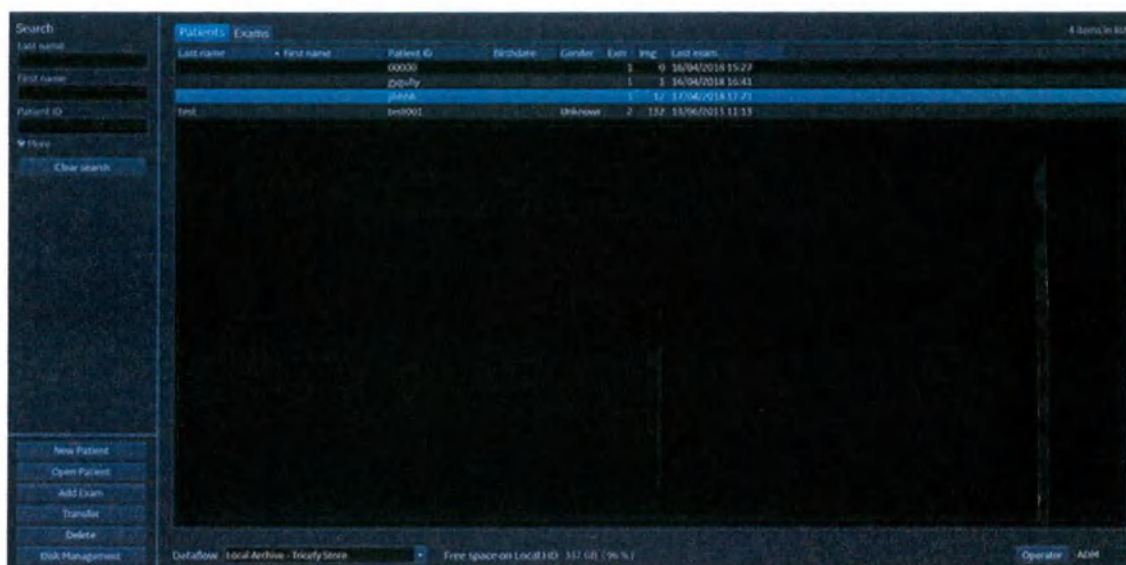

Рис. 10-49. Список пациентов/исследований
1. Нажмите **Transfer** (Перенос) из списка «Patients/Exams» (Пациенты/исследования) (Рис. 10-49).